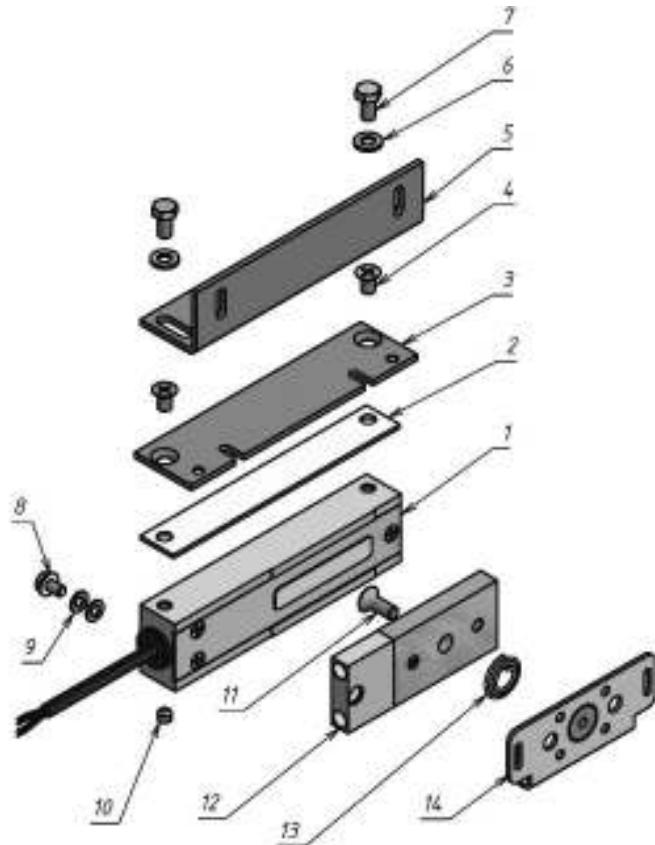
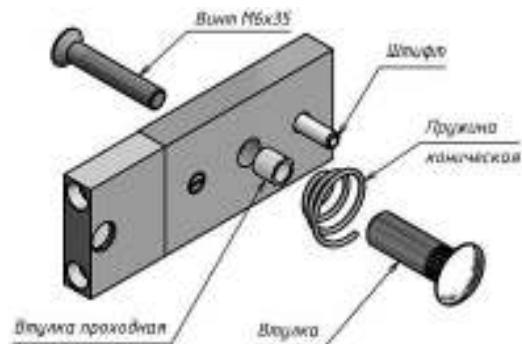

Рисунок 1 – Комплект поставки
Рисунок 2 - Комплект крепления якоря
4.1 В комплект поставки замка входят (рисунок 1):
- корпус (1)	1 шт.
- планка (2)	1 шт
- пластина монтажная (3)	1 шт.
- винт M6x10 потайн. (4)	2 шт.
- угольник (5)	1 шт.
- шайба 6 (6)	2 шт.
- болт M6x12 (7)	2 шт.
- винт заземления M5x8 (8)	1 шт.
- шайба 5 (латунь) (9)	2 шт.
- винт M6x6 уст. (нерж.) (10)	2 шт.
- винт M6x16 (потайн.) под ключ S4 (11)	1 шт.
- якорь (12)	1 шт.
- пружина коническая (13) (из комплекта крепления якоря)	1 шт.
- пластина крепления якоря (14)	1 шт.
- комплект крепления якоря (рисунок 2)	1 шт.
Замок состоит из корпусной части и якорной части (рисунок 1). Для обеспечения эксплуатационных характеристик рабочие поверхности корпуса и якоря должны быть совмещены и плотно прилегать друг к другу при закрывании двери.
Корпус замка может крепиться при помощи угольника (5) или через монтажную пластину (3) (рисунок 1). Если позволяет конструкция места монтажа, допускается крепление непосредственно через крепежные отверстия в корпусе замка (резьба M6), длина винтов в этом случае определяется по месту, при этом в тело корпуса винты должны входить не более чем на 8мм.
- с помощью комплекта крепления якоря с отверстиями в двери для винта крепления якоря и фиксирующего штифта (рисунок 2);
- без отверстий в двери, с помощью монтажной пластины крепления якоря (12) (рисунок 1).